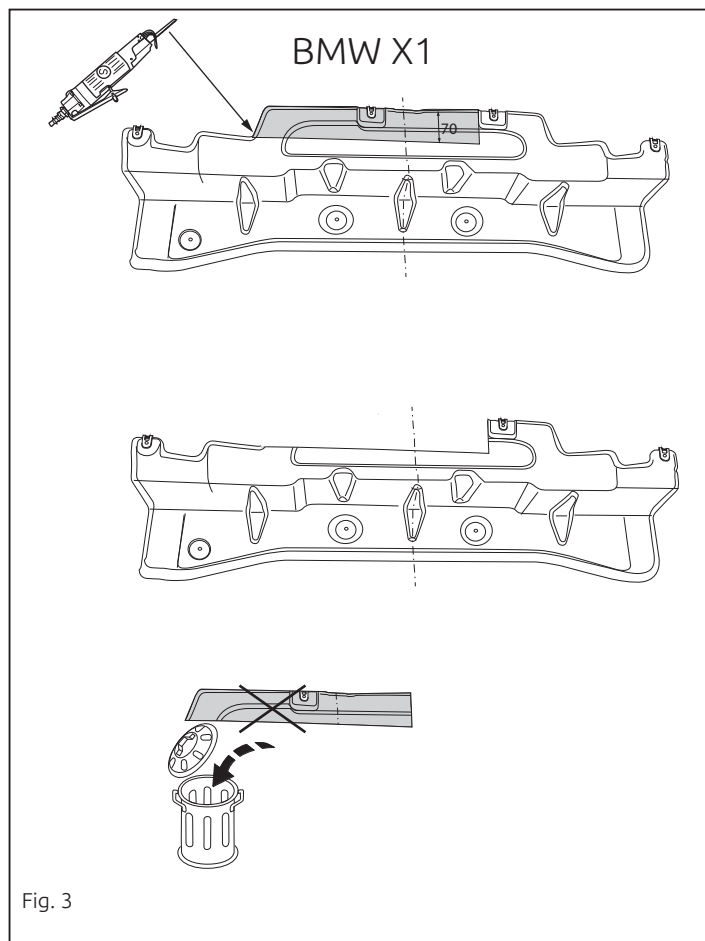

Fig. 3
2. **Für BMW X1-Fahrzeuge gilt:** Das Hitzeschild abmontieren. Gemäß der Abbildung 3 ein Stück aus dem Hitzeschild sägen.
- Pour les modèles à BMW X1:** Déposer le bouclier thermique. Découper un morceau du bouclier thermique conformément à la figure 3.